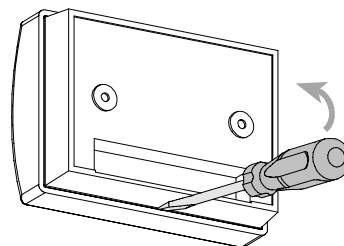

Abb. 4 Öffnen des Geräts
A. Benutzen Sie einen Schraubenzieher, um den Deckel vom Boden zu trennen, wie in Abb. 4 angegeben.